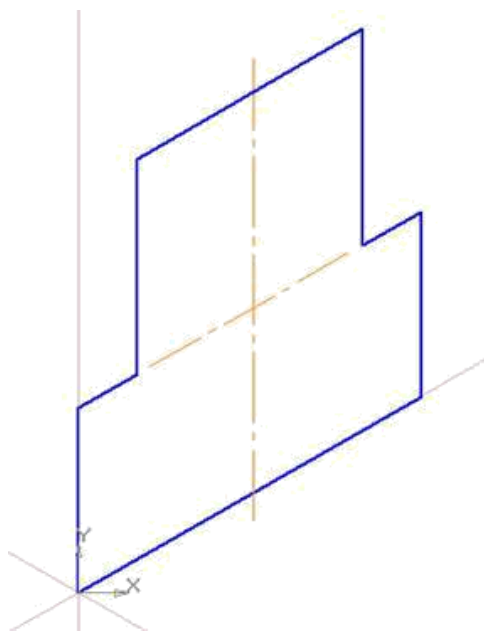

Рис. 4. Передняя грань опоры без отверстия
- подведите курсор к верхнему отрезку на передней грани опоры, нажмите правую кнопку мыши и из объектного меню выберите **Привязка – Середина** (рис. 4);